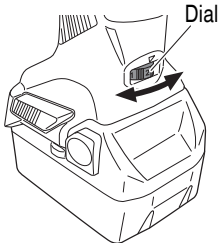

Fig. 8
7. Ajuste de la velocidad de operación (Fig. 8)